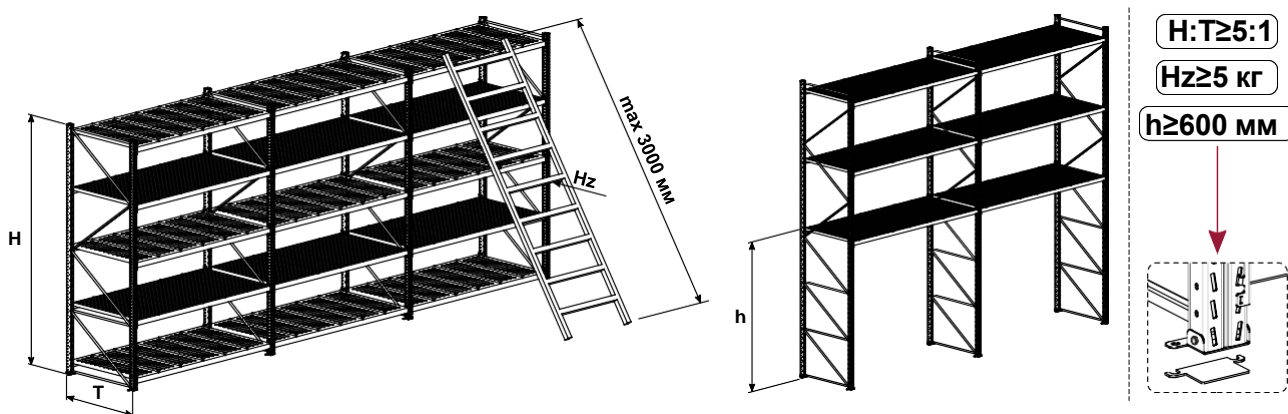

Рисунок 16 — Требования по креплению стеллажа к полу
- В случае превышения соотношения высоты к глубине стеллажа  $H:T \geq 5:1$  или наличии боковой горизонтальной опрокидывающей силы  $H_z \geq 5$  кг (например, при наличии лестницы), или при расположении первой полки на высоте более  $h \geq 600$  мм, требуется обязательное анкерное крепление стеллажей к полу (рис. 16).